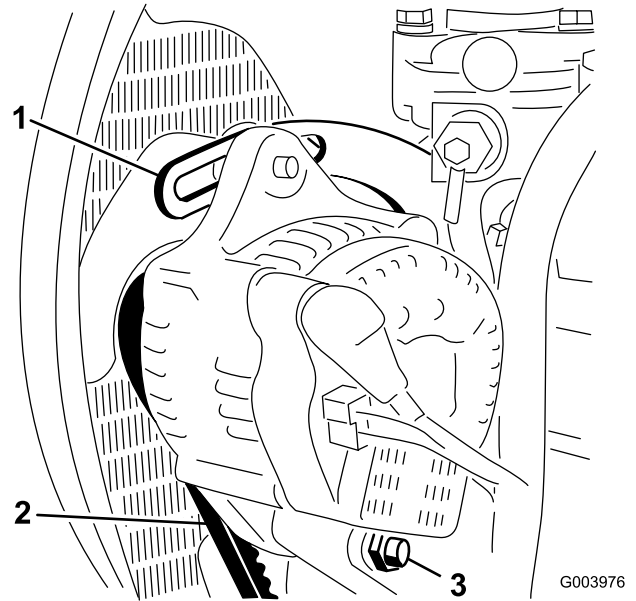

Figura 70
2. Compruebe la tensión de la correa del alternador flexionándola (Figura 70) en el punto intermedio entre las poleas del alternador y del cigüeñal con una fuerza de 10 kg (22 libras).
3. Afloje el perno que fija el tirante al motor (Figura 70), el perno que fija el alternador al tirante y el perno de pivote.